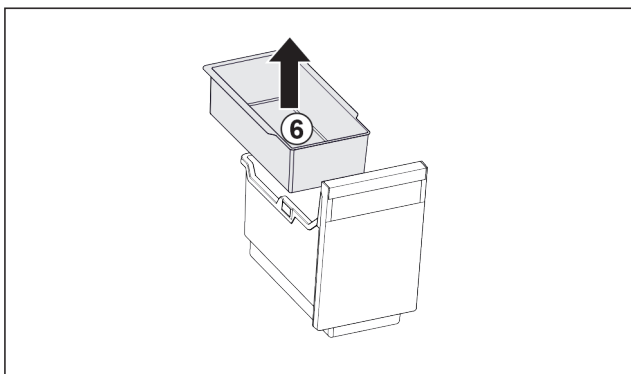

Fig. 105
- ▶ Извадете окачващата се поставка Fig. 105 (6).